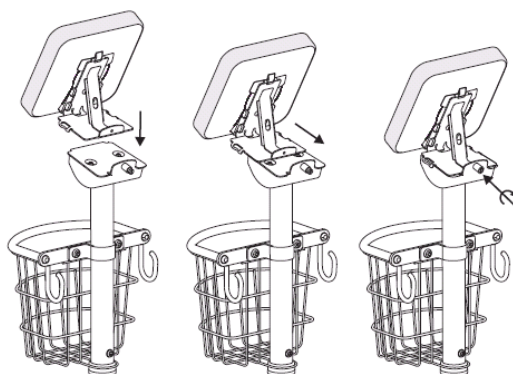

図4
③ 血圧計のゲージを図4で示したようにスタンド上部のフックにかみ合うようにスライドさせて差し込み、付属のネジで固定して下さい。